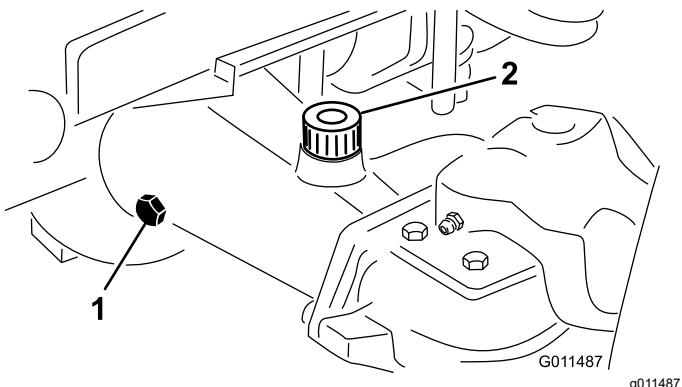

Figura 105
- Retire un tapón de verificación de un extremo del eje y asegúrese de que el lubricante llega al borde inferior del orificio (Figura 105).